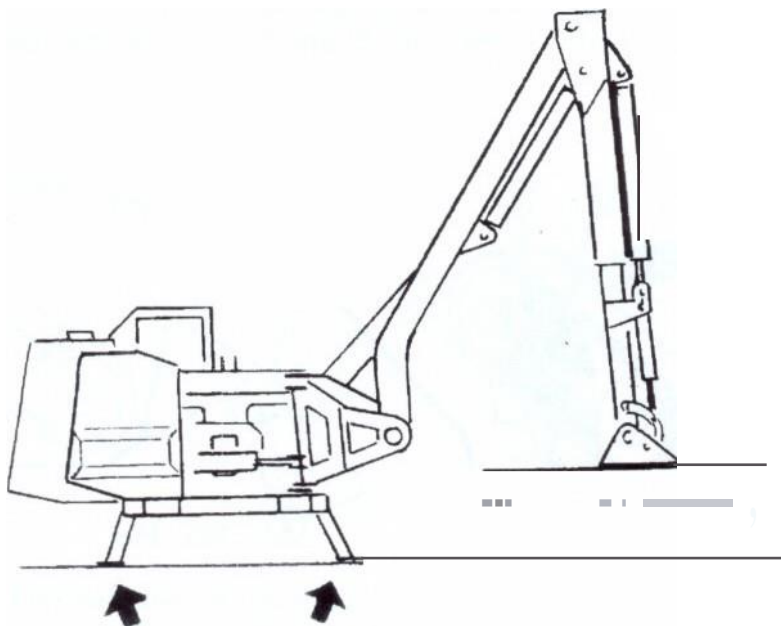

РИС. 25
- Опустите косилку-измельчитель на землю с помощью гидравлического подъема трактора, после опускания и блокировки подставки, закрытия рычагов и опускания головки муфты на землю (FIG. 25).